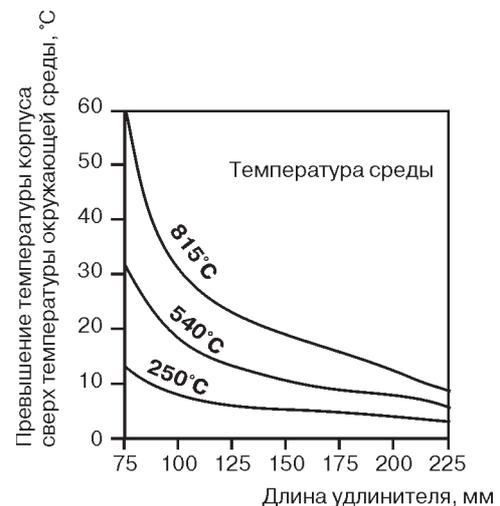

Рис. 1. Зависимость превышения температуры корпуса соединительной головки от длины удлинителя.
При установке ИП непосредственно в корпус соединительной головки все колебания температуры окружающей среды, а также тепло, выделяемое в ходе технологического процесса, передаются от защитной арматуры на корпус ИП. В тех случаях, когда температура процесса близка к установленным пределам температуры или превышает их, следует рассмотреть возможность увеличения длины удлинителя или вариант выносной монтажной конфигурации с целью изоляции ИП от воздействия избыточных значений температуры. На рис. 1 представлен пример зависимости между
**Пример.** Нормированное максимальное значение температуры окружающей среды для ИП составляет 85°C. Если максимальная температура окружающей среды равна 40°C, то максимально допустимое превышение температуры корпуса будет равно (85-40)°C, т.е. 45°C. Как показано на рис. 1, при длине удлинителя 90 мм и подлежащей измерению температуре 540°C превышение температуры корпуса составит 22°C. Таким образом, минимальная рекомендуемая длина удлинителя составит 100 мм, что обеспечит запас около 25°C. В целях уменьшения количества ошибок, вызванных температурным воздействием на ИП, рекомендуется использовать удлинитель с увеличенной длиной (например, 150 мм).